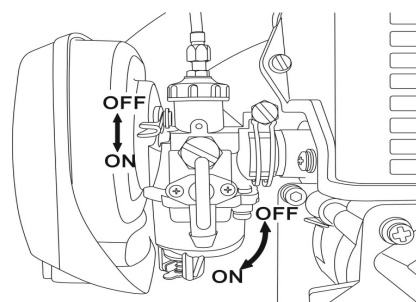

Fig.9
- 1) Abra a torneira de combustível Fig.9